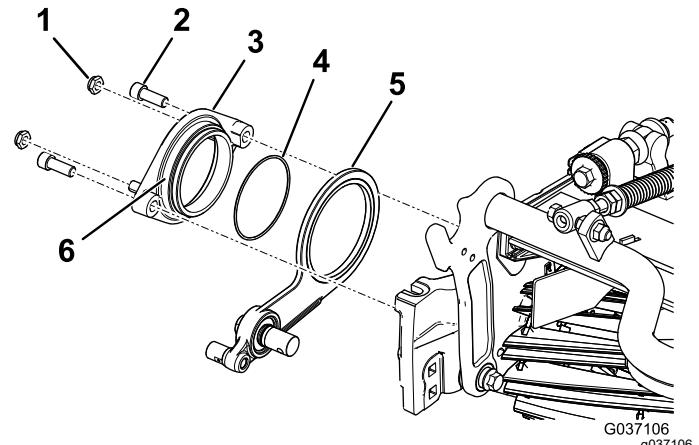

Bild 9
3. Tragen Sie Gleitmittel auf den Außendurchmesser der Drehbüchsen auf (Bild 9).
4. Befestigen Sie die Drehbüchse mit zwei Innensechskantschrauben über der Spannscheibe an der Spindel (Bild 9).
- Befestigen Sie die zwei Sicherungsmuttern lose an der Drehbüchse (Bild 9).